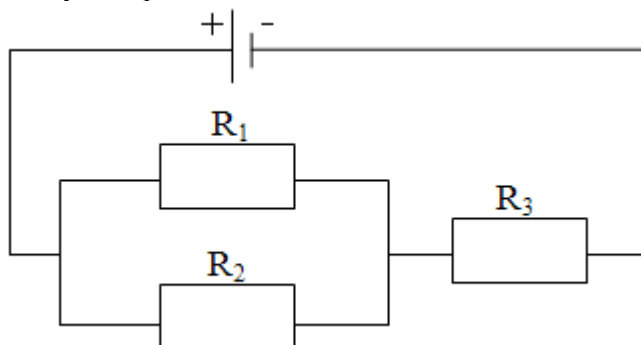

Рис. 10. Электрическая схема экспериментальной установки
3. Собрать и зарисовать электрическую схему представленную на рис. 10.